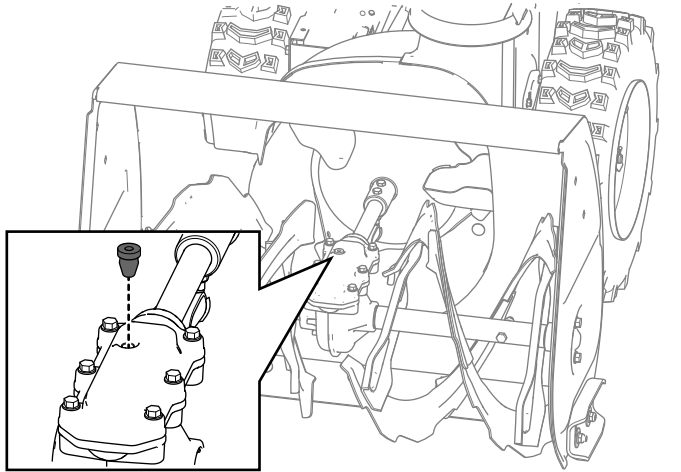

Figura 37
2. Pulite l'area attorno al tappo del tubo e rimuovete il tappo del tubo dalla scatola ingranaggi (Figura 37).